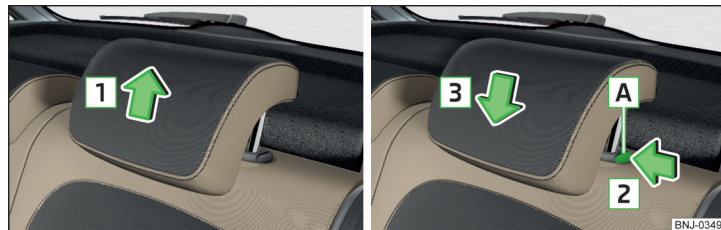

Fig. 74 Regolazione dell'altezza dei poggiatesta
- Afferrare il poggiatesta e spostarlo **verso l'alto** in direzione della freccia **1** » fig. 74.